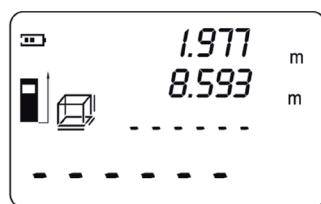

Fig. 13
6. Appuyez une nouvelle fois sur la touche «Read» pour afficher la largeur mesurée sur la seconde ligne de l'écran. La ligne pour la hauteur dans le symbole commence à clignoter (Fig. 13).